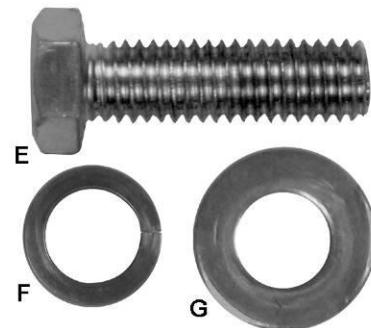

Рис. 5
1. Снимите транспортировочную скобу (A), которая крепит двигатель (C) к столу.
2. После этого закрутите винт (B) обратно в кронштейн двигателя. Позднее верхние винты будут использоваться для крепления расширения стола.
3. Снимите транспортировочную скобу (D), которая крепит блок переключателя (E) к столу. Не выбрасывайте скобу (D), так как она будет использоваться для установки переключателя.
4. Выкрутите оставшийся винт с шестигранной головкой, стопорную и плоскую шайбы (F, Рис. 5) с торца стола.
5. Установите крышку двигателя (G), вставив штыри (H) крышки в петли на тумбе.
6. Потяните защелку (J), закройте крышку, затем отпустите защелку.
- Прикрутите левое *расширение* (A) к *столу* (B) с помощью трех *винтов* (E), *стопорных шайб* (F) и *плоских шайб* (G). Закрутите винты так, чтобы расширение можно было регулировать. Не затягивайте винты полностью.
- Отрегулируйте расширение в горизонтальной плоскости таким образом, чтобы его передний край встал вровень с передним краем стола (C). Затем с помощью поверочной линейки отрегулируйте расширение в вертикальной плоскости так, чтобы его поверхность стала вровень с поверхностью стола.
- Выкрутите крепежные детали (Рис. 5) с правой стороны стола, затем аналогичным образом установите правое расширение стола.